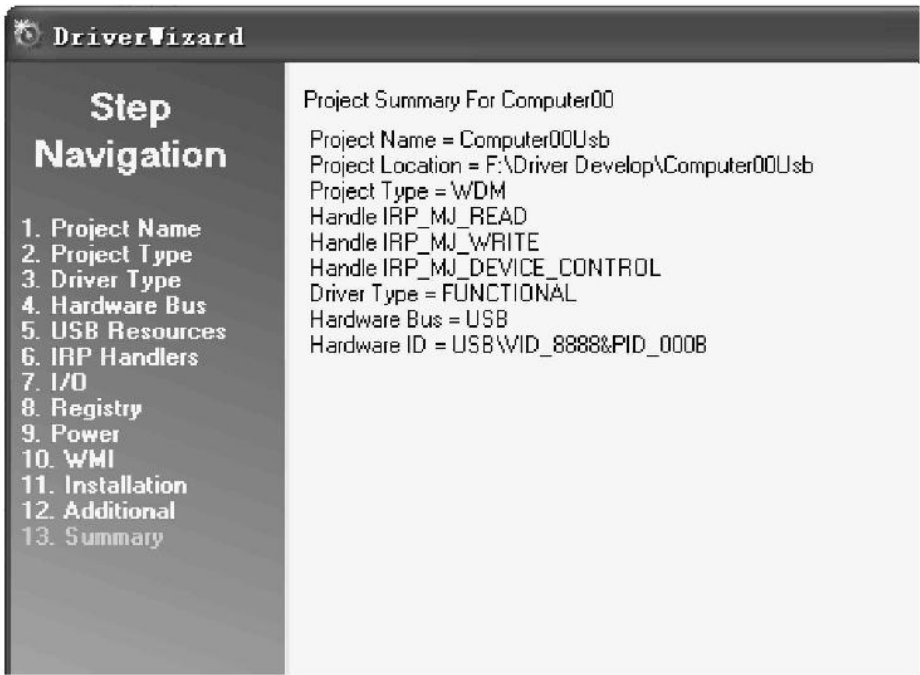

图 9.4.17 查看总结信息
(13) 查看总结信息,在这里可以大致检查一下设置是否正确,如果发现有错误,还可以后退修改。确认无误后,就可以单击 Finish 完成向导了,如图 9.4.17 所示。